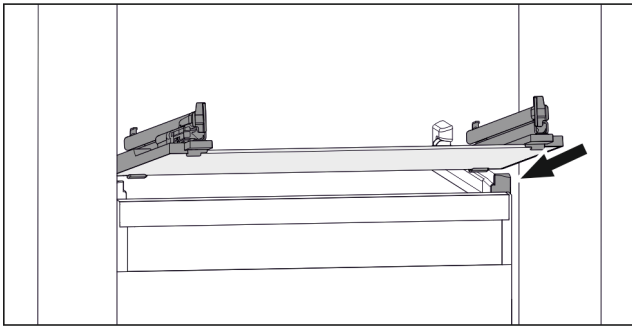

Fig. 112 Примерно изображение на стъклената плоча
- ▶ Поставете стъклената плоча под ъгъл зад ограничителите. (виж Fig. 112)